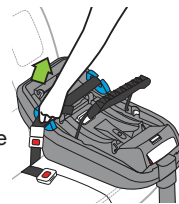

Figure 61a
- Éliminez le mou de la ceinture du véhicule autour de la base en tirant sur l'extrémité libre de la ceinture sous-abdominale, comme illustré à la **Figure 61a**.